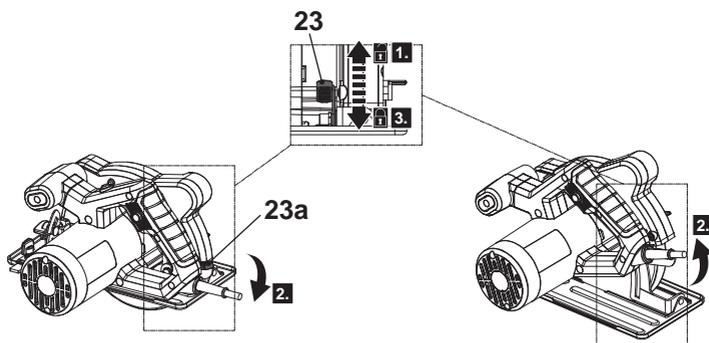

Fig. 5
2. Afloje la palanca de fijación de profundidad (23) (Fig. 5, paso 1).
3. Mueva la carcasa hacia arriba o hacia abajo hasta la profundidad deseada (Fig. 5, paso 2). Utilice la escala de profundidad (23a) para orientarse.
4. Apriete la palanca de fijación de profundidad (23) para asegurar la profundidad de corte (Fig. 5, paso 3).